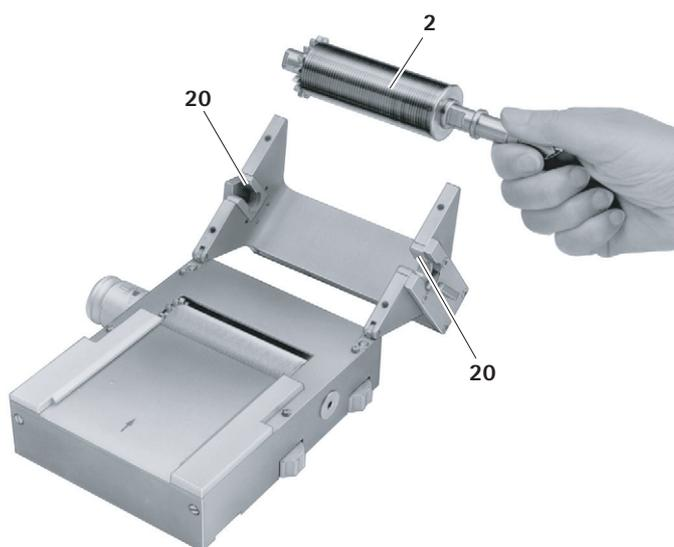

Fig. 4
- ▶ Rodar os rolos de corte 2, para os puxar do local onde assentam 20, ver Fig. 4.
- ▶ Colocar o rolo de corte 2 nos dois pontos de apoio 20, ver Fig. 4.